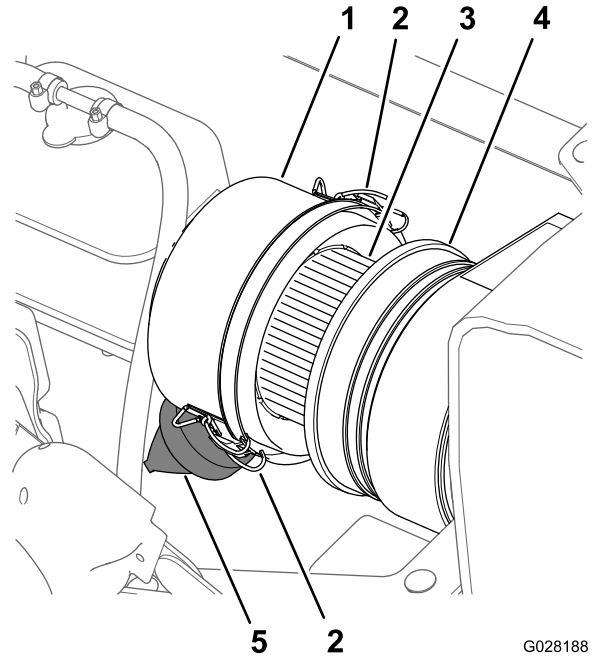
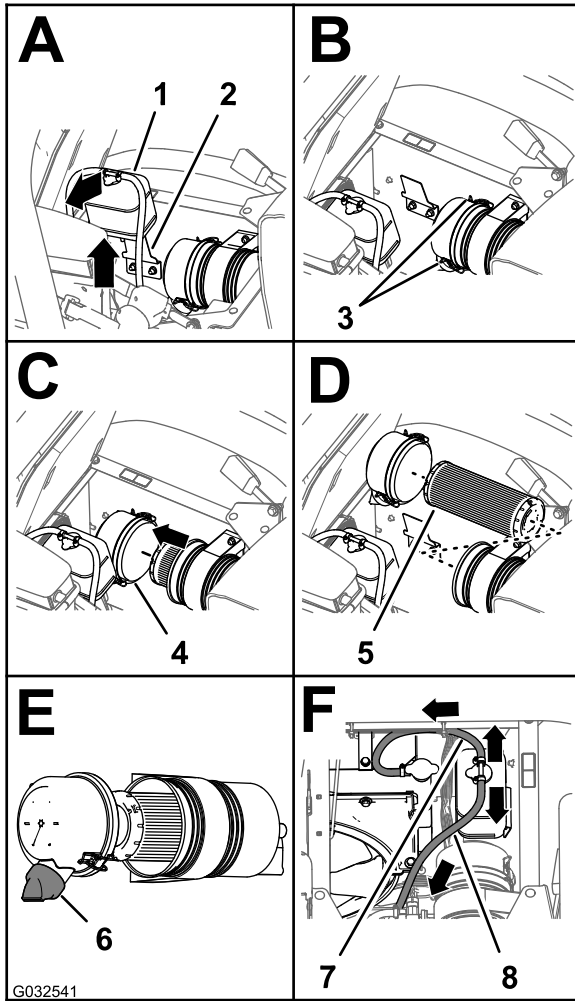

图 76
图 77
3. 清洁防尘盖和空气滤清器壳体图 76。
4. 检查空气滤清器壳体是否存在可能导致空气泄漏的损坏图 76。
5. 挤压防尘阀清除污物、灰尘和杂物(图 76)。
7. 检查空气滤清器滤芯是否积聚了过多灰尘、污物和杂物图 76。
8. 将防尘盖安装到空气滤清器壳体上使用 2 个搭扣固定防尘盖图 76。
2. 清洁防尘盖和空气滤清器壳体图 76。
3. 向上提起冷却液溢流罐并将其移离溢流罐支撑架图 77。
4. 松开将防尘盖固定至空气滤清器壳体的 2 个搭扣图 77。
6. 用湿抹布将防尘盖、空气滤清器壳体和防尘阀内部擦拭干净图 76和图 77。
7. 将空气滤清器滤芯插入空气滤清器的壳体图 77。
8. 将防尘盖安装到空气滤清器壳体上使用 2 个搭扣固定防尘盖图 77。
**注意** 确保从尾端看时防尘阀在 57 点钟位置是对齐的图 77。
9. 将冷却液溢流罐与溢流罐支撑架对齐稳固放置溢流罐图 77。
**重要事项** 确保压力释放软管向前下方伸出溢流罐通风软管向后方伸出如图 77 所示。